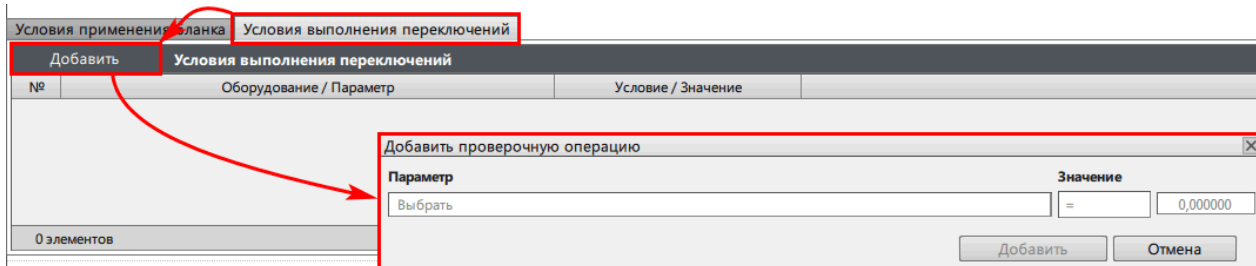

Рисунок 131 - Условия выполнения переключений
5. Добавьте условия выполнения переключений (Рисунок 131).